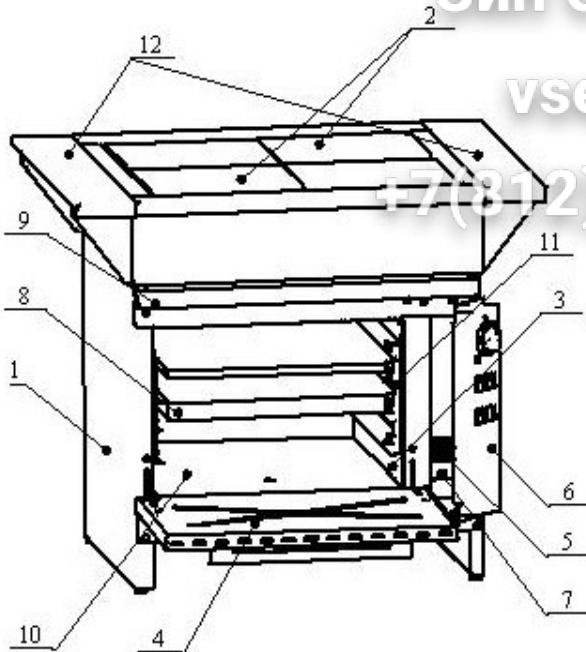
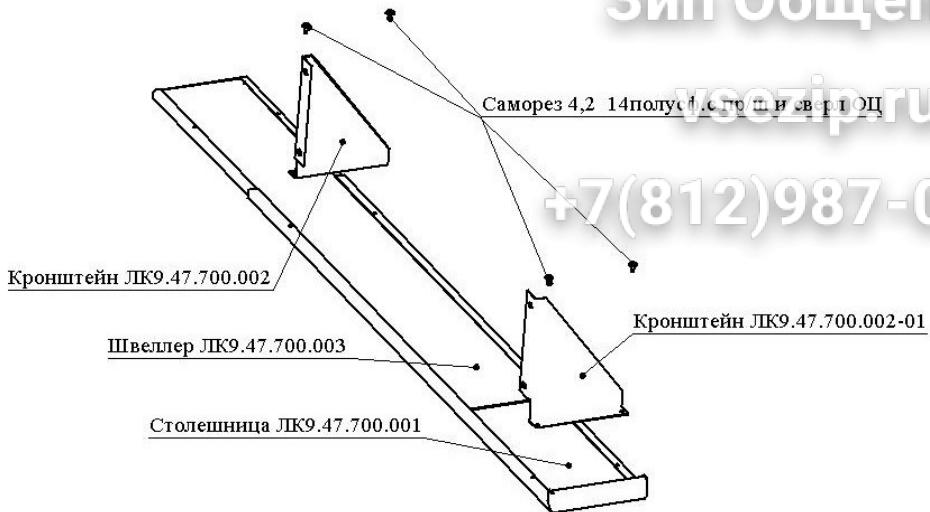

Рис.1
Рис.3
Внешний вид электроплиты представлен на рис.1 Электроплита имеет 4 конфорки, расположенные в верхней части и жарочный шкаф с дверью в нижней части. Лицевые поверхности электроплиты выполнены из нержавеющей стали. В правой части расположена панель управления. Клеммная колодка расположена за панелью управления. В верхней части плиты на уровне конфорок имеются две дополнительные столешницы (поставляются в разобранном виде, схему сборки см.на рис.3). В жарочном шкафу имеются легкосъёмные направляющие противней, два противня и экран, закрывающий нижний ТЭН жарочного шкафа. Над жарочным шкафом расположен защитный поддон, предотвращающий попадание остатков продуктов внутрь электроплиты. Очистка защитного поддона осуществляется выдвижением поддона вперёд или полным выниманием поддона.
- произвести сборку и установку на электроплиту дополнительных боковых столешниц(см.рис.3); возможна эксплуатация плиты без боковых столешниц;